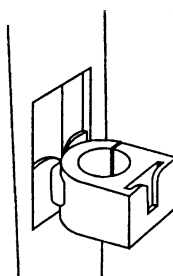

図 5 -計測器右側へホルダー・スロットを挿入
2. ていねいに、計測器のスロットにホルダーのフランジを滑り込ませてください。ホルダーがスロットに適切に取り付けられたか確認してください。図 5 を参照ください。